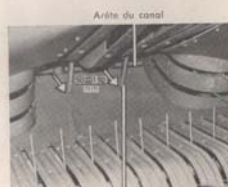

Fig. 20
**Réglage.** Faire venir le piston au point mort-haut, retirer la chaîne. Puis tourner la poulie dans le sens de la flèche, faire venir les dents d'ameneurs à une distance de 50 à 150 mm de l'arête du canal (fig. 20). Elles ne doivent en aucun cas dépasser le tranchant du couteau.